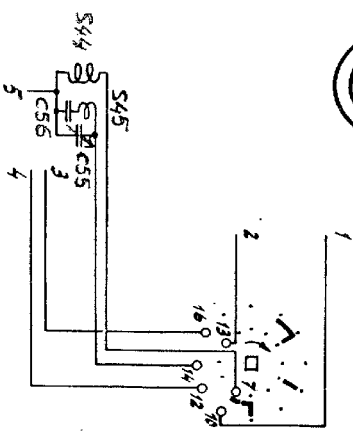

Fig. 10
3. Controleer of de rotor van het schakelaarsegment in de juiste stand staat (Zie fig. 10).